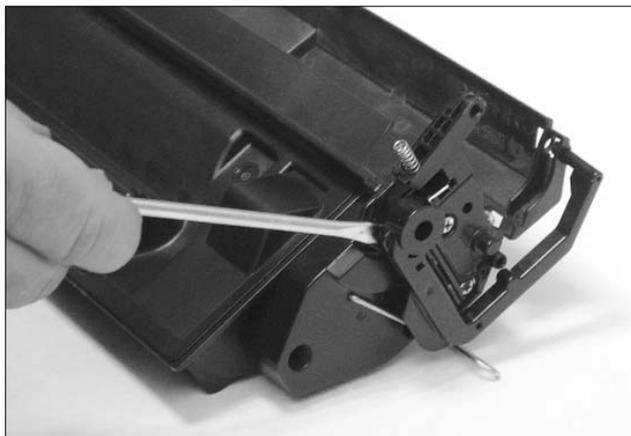

Рис. 12
3. Минусовой отверткой снимают расположенный с правой стороны рычаг привода защитной шторки фотобарабана с пластмассовой оси корпуса (рис. 12) и вынимают ось рычага из отверстия на шторке.